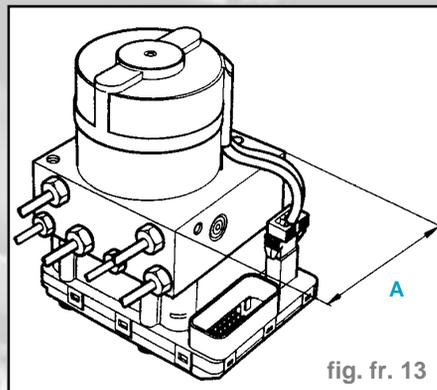

fig. fr. 13
- Distinction entre l'ABS et l'ABS avec EDS (fig. fr. 13).
- Différenciation entre ABS seul et ABS avec EDS (fig. fr. 13).